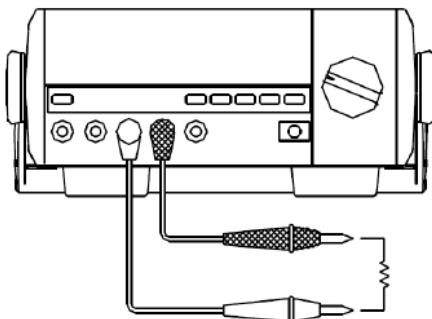

Рисунок 5
C. Измерение сопротивления (см. рисунок 5)**⚠ Предупреждение**